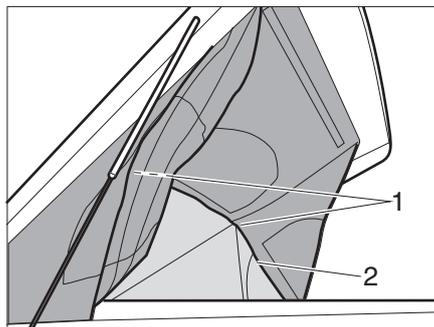

Bild 48 Panoramafunktion
- Den Reißverschluss (Bild 48,2) rundum am Aufstelldach öffnen.
- Seitenwände und Frontwand mit Klettverschluss (Bild 48,1) am Aufstelldach oben fixieren.